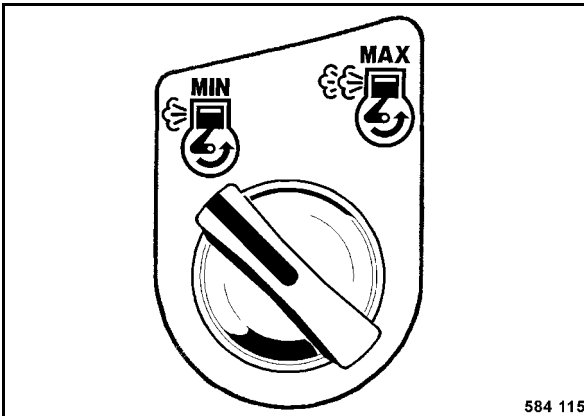

fig. 34
- Positionner l'interrupteur rotatif (fig. 34) sur „Min“ (ralenti).